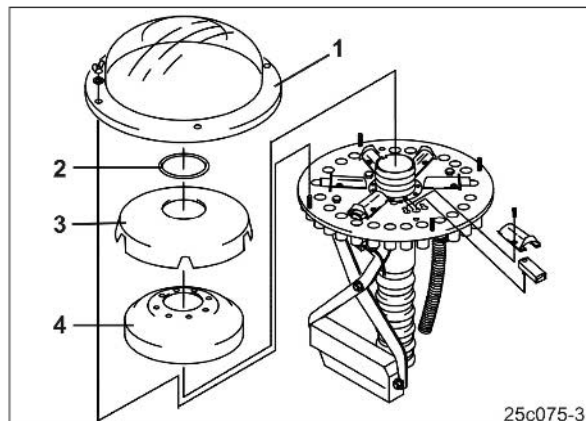

Fig. 129
1. Verteileraußenhaube (Fig. 129/1) demontieren.
2. Ring (Fig. 129/2) demontieren.
3. Verteiler-Innenhaube (Fig. 129/3) demontieren.
4. Schaumstoffeinsatz (Fig. 129/4) demontieren.